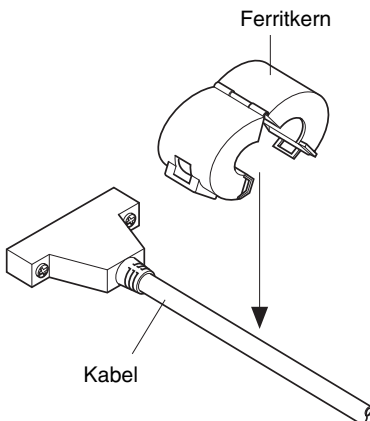

Abb. 3-2
■ Der Ferritkern ist normalerweise so verpackt, daß das Gehäuse geöffnet ist, wie das in der Abbildung 3-2 dargestellt ist. Sollte der Ferritkern geschlossen sein, öffnen Sie ihn, indem Sie die Plastiklasche mit einem Schraubenzieher oder ähnlichem Werkzeug vom Ferritkern abheben (siehe Abbildung 3-1). Wenden Sie dabei besondere Vorsicht an, um weder den Ferritkern, noch die Plastiklasche zu beschädigen.
- Legen Sie den Ferritkern, wie in der Abbildung 3-2 gezeigt, um das Interfacekabel. Seien Sie bei der Montage besonders vorsichtig, damit weder das Gehäuse des Ferritkerns noch das Interfacekabel beschädigt werden. Der Ferritkern sollte mit dem Plastikbefestiger an seinem Platz sicher befestigt sein, wie in den Abbildungen 2-2 und 3-4 dargestellt.
- Den Ferritkern auf das Kassentreiberkabel klemmen, und das Kabel so mit einer Schleife befestigen, wie in der Abbildung 3-2 gezeigt.